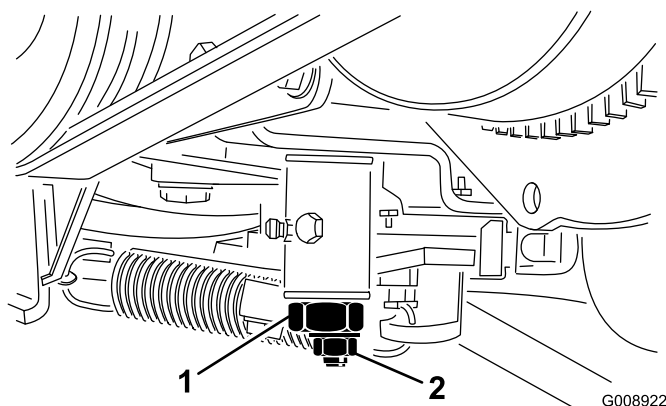

Figure 53
2. Desserrez le connecteur du câble d'accélérateur sur le bras du levier de la pompe d'injection (Figure 53).